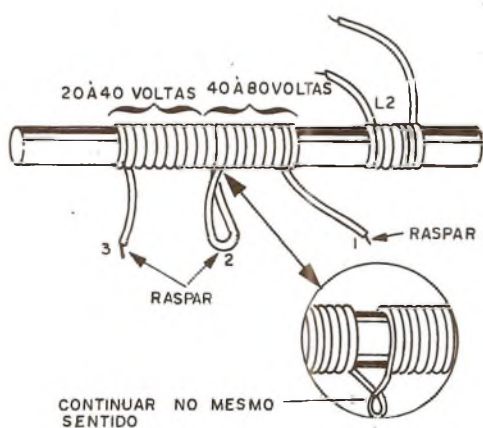

Figura 10
a) A bobina consiste em 80 à 100 voltas de fio esmaltado 26 ou 28AWG ou então cabinho fino com capa plástica que são enroladas num bastão de ferrite de pelo menos 15 cm de comprimento por 0,8 ou 1 cm de diâmetro. A tomada correspondente ao ponto 2 é feita enrolando-se 20 espiras a partir do extremo 3 da mesma. (figura 10).